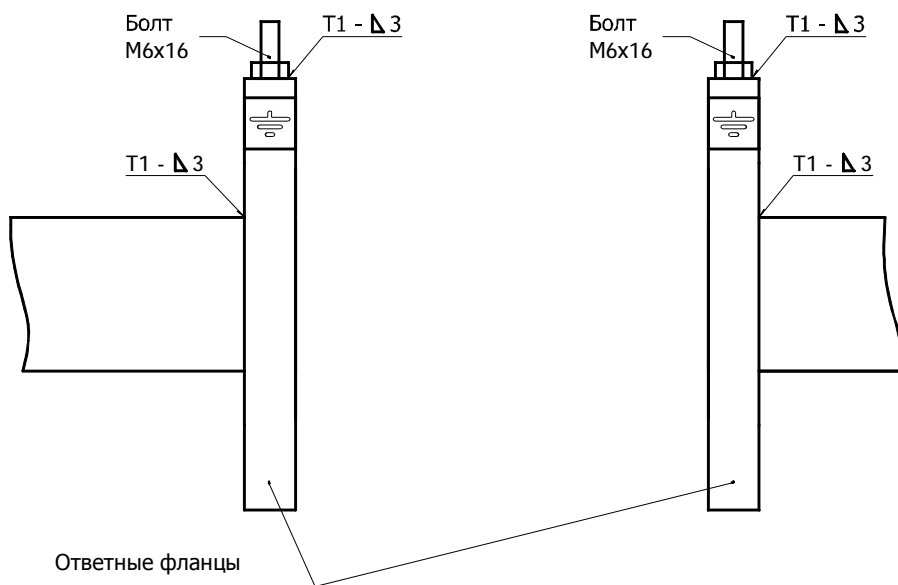

Рис. 8.5
8.3.6 К прямолинейным участкам трубопровода приварить фланцы таким образом, чтобы угол между осью трубопровода и плоскостью фланца составлял $90 \pm 1^\circ$. Фланцы следует приваривать таким образом, чтобы после установки ППР ось электродов ППР лежала в горизонтальной плоскости (допустимое отклонение от линии горизонта $\pm 10^\circ$). При монтаже ответных фланцев необходимо приварить болт заземления к верхней части монтируемого фланца (см. рис. 8.5).